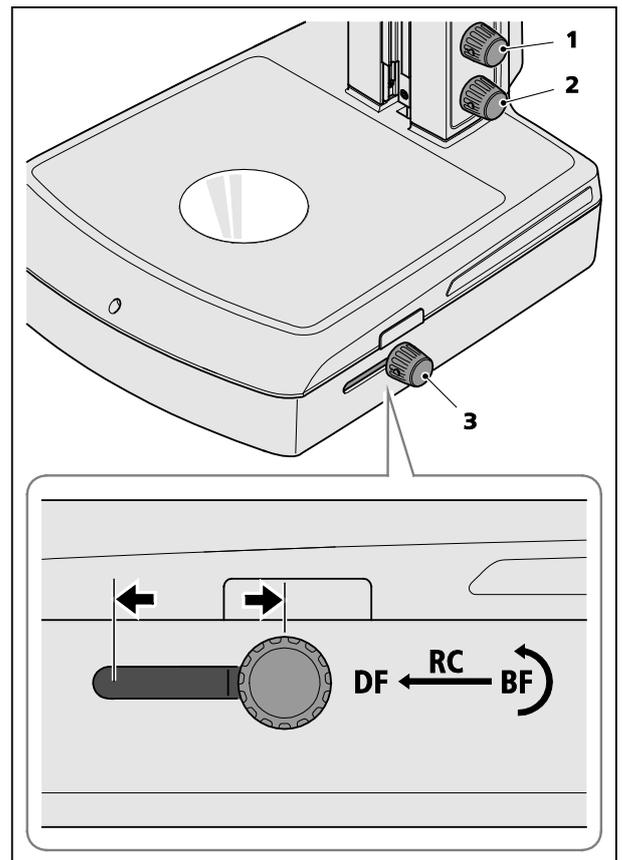

图 5 操作透射光单元
- 按下下方的旋钮 (图 5/2), 打开透射光照明器件; 转动该旋钮, 可调节照明强度。
- 将旋钮/推钮 (图 5/3) 推到靠后的位置 (BF) 上, 可以调节透射光亮场照明。然后转动该钮, 改变旋转反光镜的倾斜角度, 直至样本从下方被透射光照亮。
- 将操作钮 (图 5/3) 推到靠前的位置 (DF) 上, 可以调节侧方的透射光暗场照明。
将旋钮/推钮 (图 5/3) 推到中间位置 (RC) 并倾斜反光镜，可产生斜照明，可在弱对比度下看到未染色样本的组织。
按下/转动上方的照明钮 (图 5/1)，可以在设定的透射光中混入入射光。